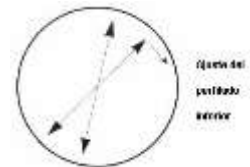

fig. 19
f) Asegúrese que la piscina es redonda antes de empezar el siguiente paso, fig. 19. compruebe que las guías forman un círculo exacto y que se adapta a la circunferencia dibujada anteriormente en el paso PREPARACIÓN DEL TERRENO.